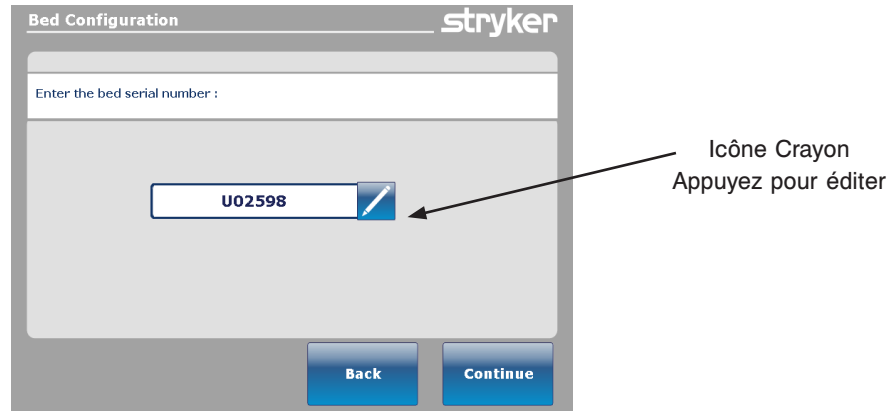

Figure 32 : Écran du numéro de série
1. Enfoncez simultanément et maintenez enfoncés pendant 5 secondes les boutons **HOB 30** et **Vascular Position**, puis relâchez les deux boutons. L'écran «Configuration du lit - Numéro de série» (figure 32) s'affichera.
2. Entrez ou confirmez le numéro de série du lit (figure 32).
- ii. Entrez le numéro de série du lit dans le champ du numéro de série et appuyez ensuite sur le bouton **OK**. Vous serez ramené à l'écran principal du numéro de série, comme illustré à la figure 32.